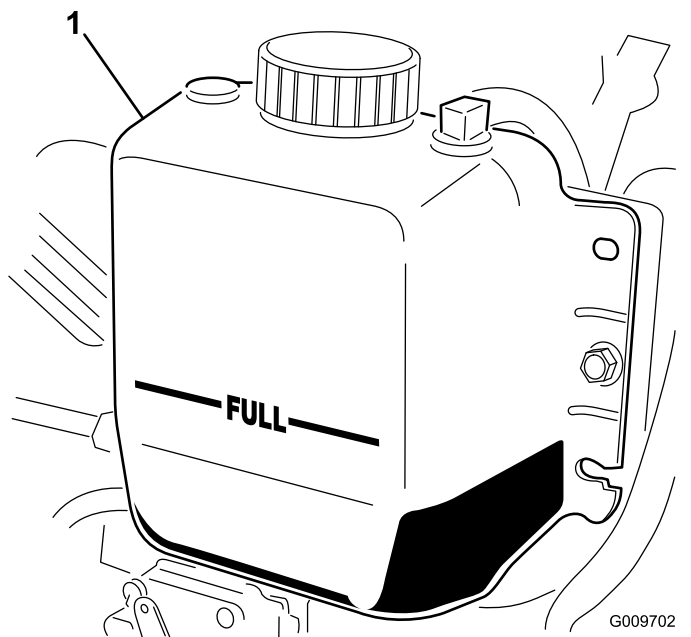

图63
2. 检查散热器冷却液液位。散热器中的冷却液应添加至加液口颈的顶部而膨胀水箱中的冷却液应添加至已满标记处图63。